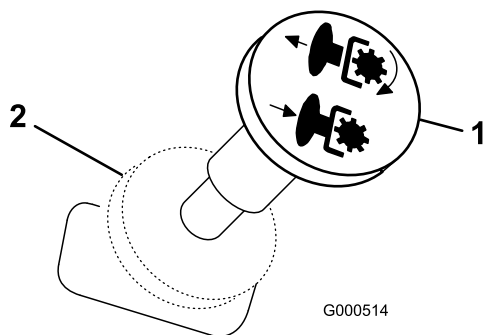

Figure 8
3. Désengagez les lames en plaçant la commande des lames en position désengagée (Figure 8).
- Désengagez les lames en plaçant la commande des lames en position désengagée (Figure 8).